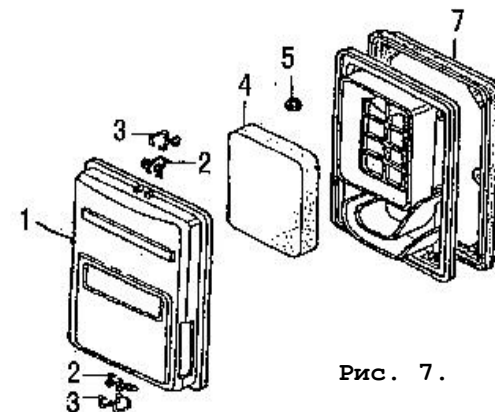

Рис. 7.
9.4.2. Демонтировать крышку поз. 20 на рис. 1 (поз. 1 на рис. 7). При отделении крышки от корпуса не повредить уплотнение. Снять фильтрующий элемент поз. 4 (рис. 7).
9.4.4. При обнаружении любых дефектов фильтрующий элемент поз. 4 (рис. 7) заменить новым оригинальным (номер по каталогу: EG-N168-I04).